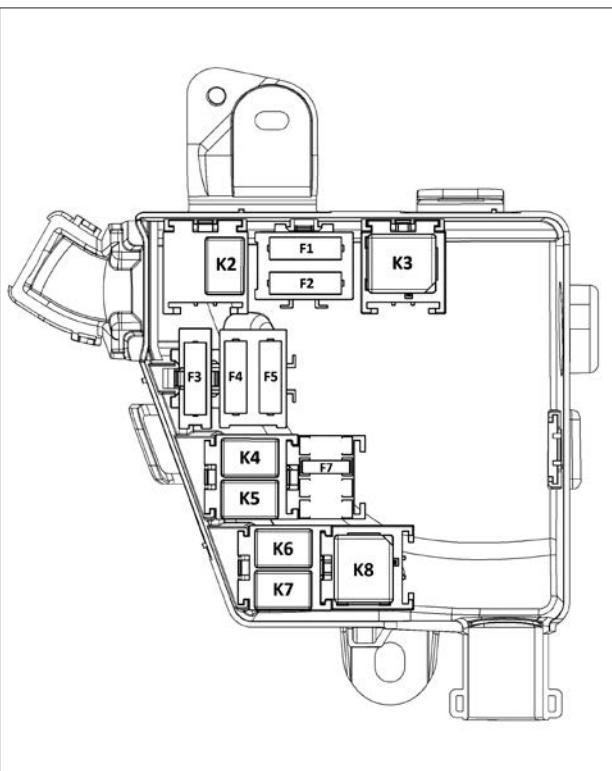

Рис. 3. Блок предохранителей и реле моторного отсека (ДВС К4М)
и реле моторного отсека (см. рис. 3)**
**Реле, расположенные в блоке предохранителей и реле моторного отсека (см. рис. 3)**